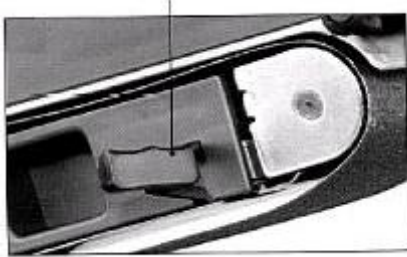

Рис.2
- Потяните рычаг натяжения к внешнему краю. Будьте осторожны, т.к. рычаг в натянутой позиции может соскочить обратно в закрытое положение. Тяните рычаг до тех пор, пока он не будет зафиксирован в позиции, показанной на рис.2.